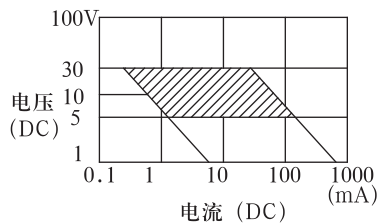

图10
- 参考1：推荐负载范围,图10的负载范围便是所推荐的使用范围,在该范围内使用时,接点使用寿命最长。